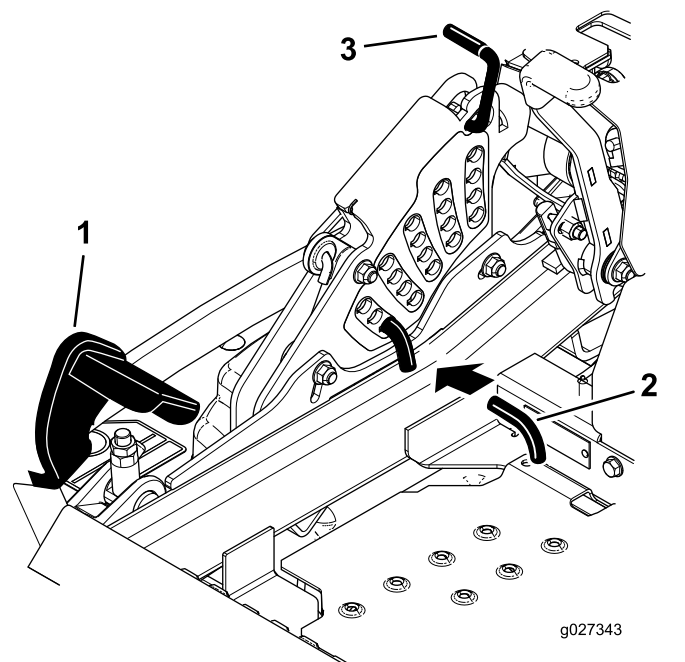

Figure 29
2. Appuyez sur la pédale de levage du tablier avec le pied et levez le tablier en position de transport (qui est aussi la position de hauteur de coupe de 140 mm [5½ po]), comme montré à la Figure 29.
3. Pour changer de hauteur de coupe, tournez la goupille de 90 degrés retirez-la du support de hauteur de coupe (Figure 29).
4. Placez la goupille dans le trou du support correspondant à la hauteur de coupe voulue (Figure 29).